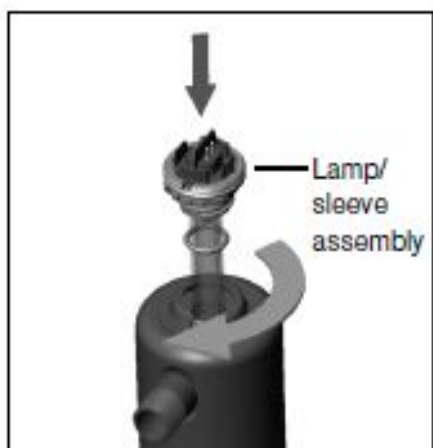

图 9.
3. 注意しながらランプ／スリーブ構成部をリアクターの中の中央に来るよう納めてください。その構成部に圧力をかけながら、手でリアクターにネジ止めしてください。（図9参照）